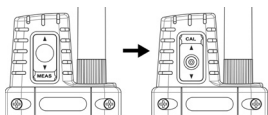

Figure 1
1. Mettez le capteur de CO₂ en position "CAL" comme illustrée à la figure 1.